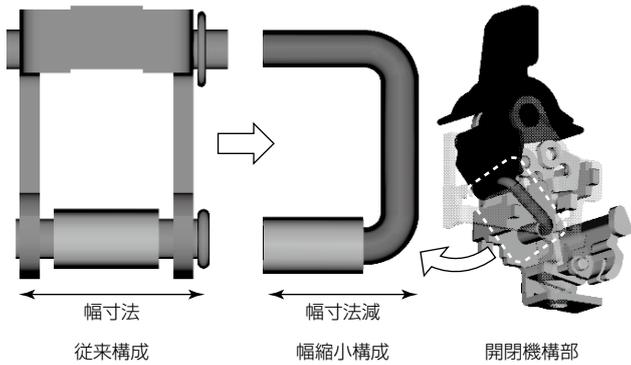

図3. 機構部のリンク構造
- (2) 開閉機構部のリンク部をプレス部品による両側保持からU字状のピンによる片側保持に変更し、プレス部品板厚分とリンク近接部のギャップ分のスペースを削減した(図3)。